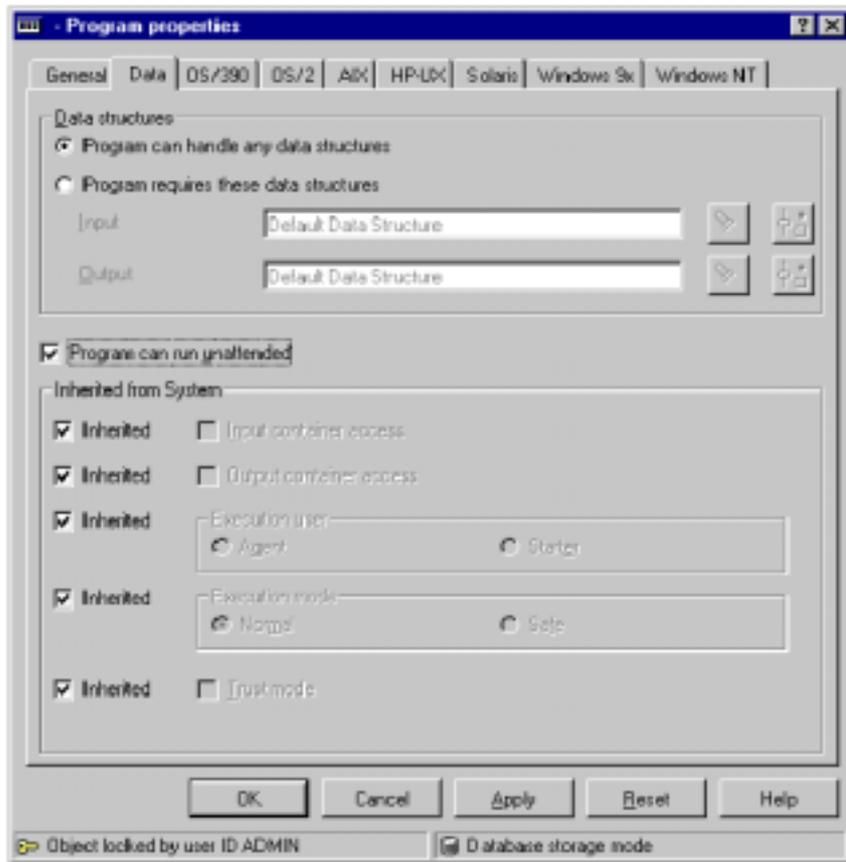

图 4-66 UPES 程序数据规范
4. 选择数据 (Data) 标签 (如图 4-66 所示)。